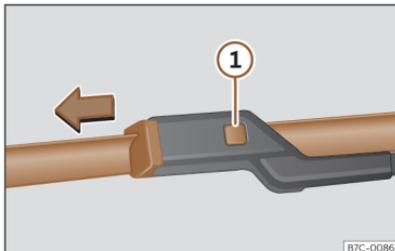

Abb. 197 Scheibenwischerblätter vorne auswechseln.
- Die Entriegelungstaste >>> **(Abb. 197)**  gedrückt halten und gleichzeitig das Scheibenwischerblatt vorsichtig in Pfeilrichtung abziehen.